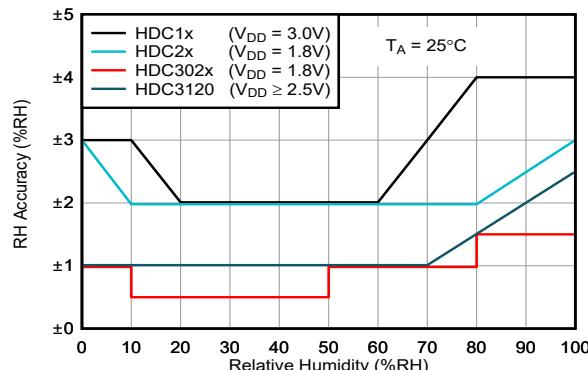
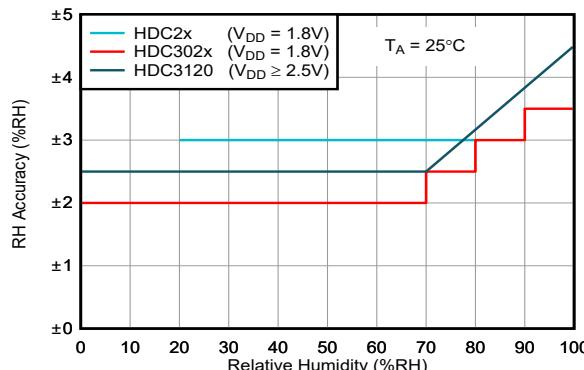
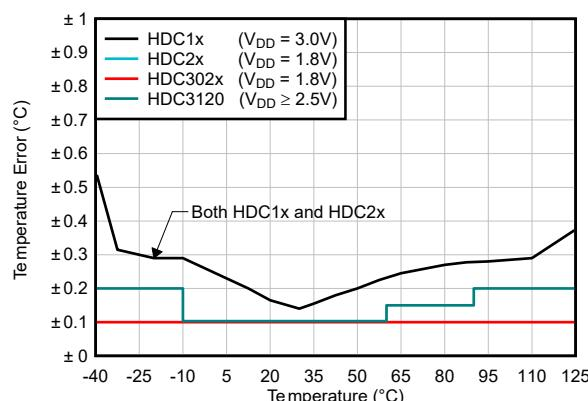

图 5. 典型 %RH 精度
图 6. 最高 %RH 精度
图 7. 典型温度精度
所有特色传感器的典型相对湿度 (RH) 性能如 图 5 所示，最高 RH 性能如 图 6 所示。图 7 展示了 TI 湿度传感器的典型温度精度性能，而 图 8 展示了最高温度精度性能。